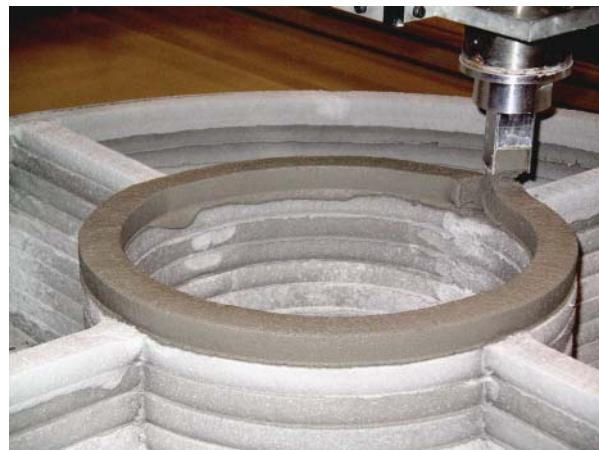

Abbildung 8.6: Ein Prototyp für ein Gebäudemodul auf dem Mond mit mehreren Abschnitten
- ✓ 3D-Drucker, die in der Lage sind, Lebensräume für Forscher aus vor Ort vorhandenem Material und Sonnenenergie zu erschaffen (siehe Abbildung 8.6)